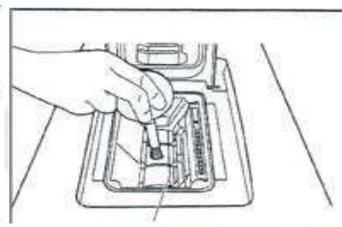

Figura 8-18
- 1) Uso de la bomba de aire para limpiar el alimentador de tiras de prueba. (Figura 8-18).